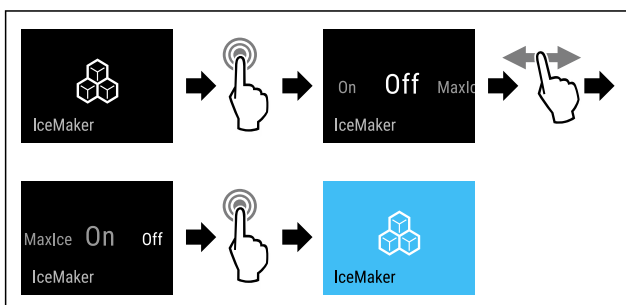

Fig. 19
- ▶ Genomför stegen (se Fig. 19) .